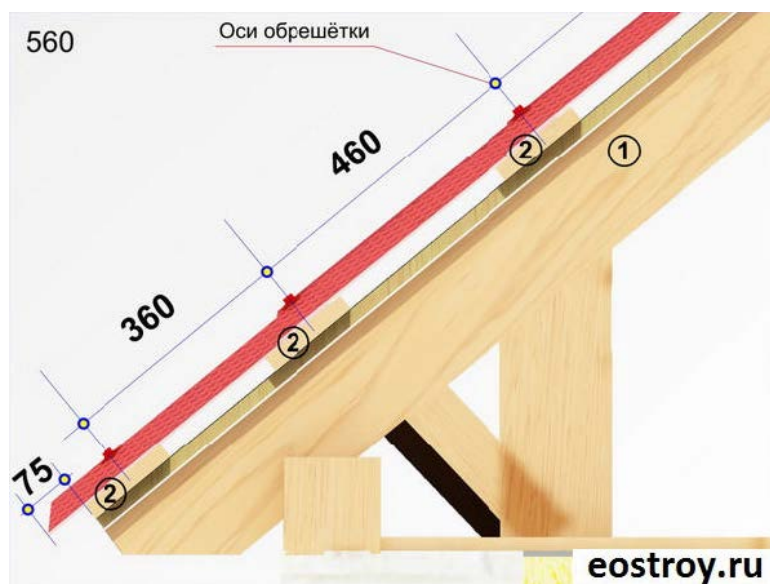

Рисунок 1
Монтаж листов волнистых **КЕРАМОПЛАСТ-560** производится по обрешетке(2) выполненной из деревянной доски сечением 150х25 мм, предварительно смонтированной по стропильным балкам(1) сечением 150х50 мм с шагом 600 мм. Шаг обрешетки выдерживается постоянным - 460мм независимо от угла наклона крыши (рис. 1). Начальная обрешетка крепится по нижнему краю стропильных балок. Для выполнения напуска нижнего ряда листов (75-100 мм) размер первого шага обрешетки должен быть 360 мм. Чтобы правильно рассчитать необходимое количество листов для покрытия вашей крыши, надо вычертить в масштабе, на миллиметровой бумаге ее раскрой, с учетом боковых - 50 мм и концевых 100 мм нахлестов (рис. 1).